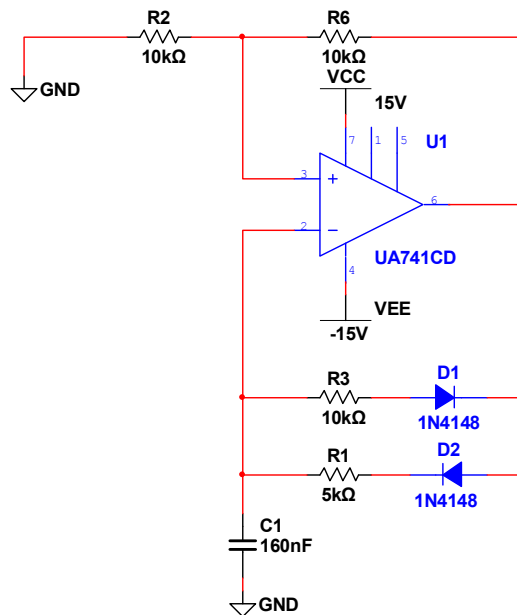

Рис. 6.4.2
- 2.1. Собрать схему несимметричного мультивибратора (рис. 6.4.2). Установить значения элементов, полученные в предварительном расчете.